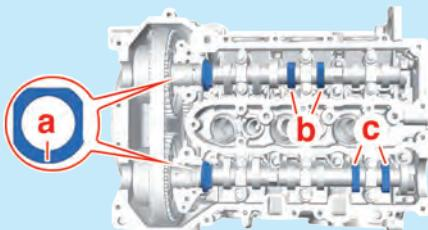

Fig.1
- Mettre le moteur au point de cablage (Fig.1).